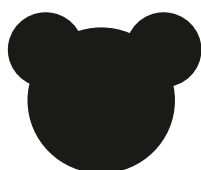

Figure 1 (trou supérieur)
- Insérez le poteau avec les 2 goujons inférieurs dans le trou supérieur avec les 2 ouvertures latérales (figure 1) et abaissez-le jusqu'au trou inférieur (figure 2). Tirez le poteau légèrement vers le haut, tournez-le de 180° autour de son axe, puis abaissez-le. C'est la seule façon de verrouiller le poteau et de le sécuriser !